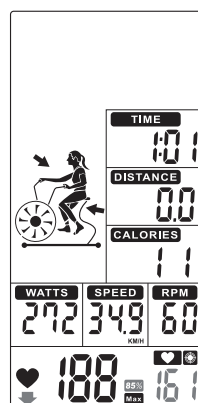

FIGURA 48
- Cuando la frecuencia cardíaca excede el 85%, los valores ↓ y 85% parpadearán. Sonará una alerta audible cada 10 segundos hasta que la frecuencia cardíaca del usuario cae por debajo del 85% (Figura 48).